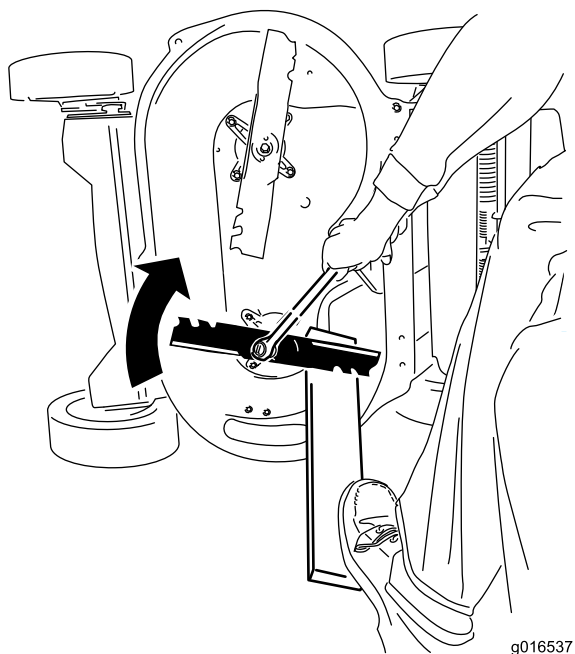

Figure 34
2. Immobilisez chaque lame à l'aide d'une planche et tournez le boulon de lame dans le sens horaire au moyen d'une clé dynamométrique comme montré à la Figure 34; serrez chaque boulon de lame à 82 Nm (60 pi-lb).